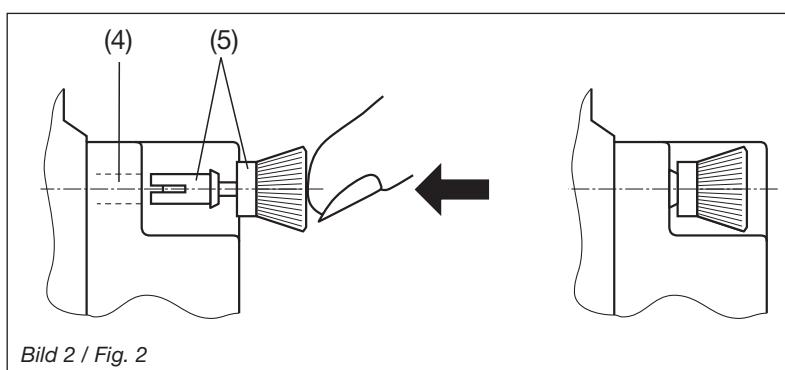

Bild 2 / Fig. 2
Zur mechanischen Sicherung die vier mitgelieferten Kunststoff-Spreiznieten (5) in die dafür vorgesehenen Löcher (4) eindrücken (Bild 2).
Pour assurer mécaniquement le montage, enficher les 4 rivets spéciaux en matière plastique (5) dans les trous correspondants (4), (Fig. 2).
To attach the module, insert the four plastic push-rivets (5) in the mounting holes (4) (fig.2).